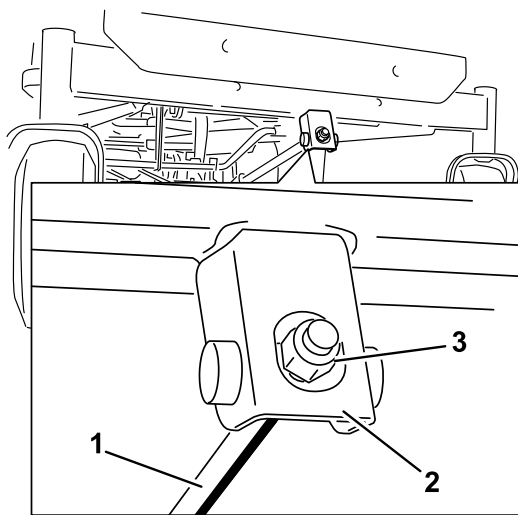

Bild 72
6. Drehen Sie für das Einstellen der Schnittmesserneigung in Längsrichtung die Einstellmutter vorne am Mähwerk (Bild 72).
- Heben Sie das Heck des Mähwerks an und führen Sie die Hängeprofile über die hintere Hubstange (Bild 72).
- Befestigen Sie die vordere Stützstange mit den Lastösenbolzen und Splints am Mähwerk (Bild 72).